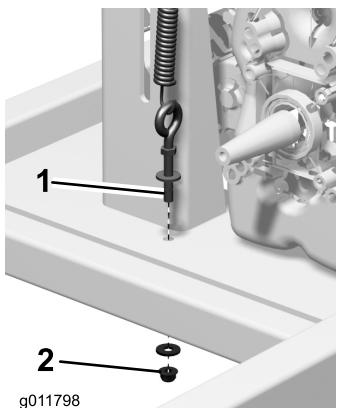

Figura 56
- Allentate il dado inferiore presente sul bullone ad occhio e svitatelo fino a portarlo all'estremità del bullone (Figura 56).